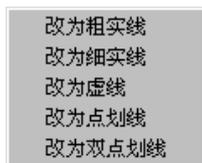

图4.2-30
- ④ 出现图4.2-30对话框, 提示输入“等距线的距离”, 输入“20”, 单击〈确定〉;
- ⑤ 系统提示是否加做倒圆, 如果需要倒圆, 单击〈是(Y)〉, 否则单击〈否(N)〉。系统将等距线的结果用临时线颜色显示出来;
- ⑥ 系统询问要否, 单击〈是(Y)〉, 即完成L2。